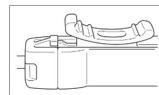

Figure 9 : Élément coulissant en contact avec la butée distale
- o Le dispositif inclut une butée distale pour l'élément coulissant avec orifice d'aspiration. Lorsque l'élément coulissant a atteint la butée distale, la tête de pulvérisation pour l'irrigation est dégagée et l'irrigation peut toujours être pratiquée (Figure 9).